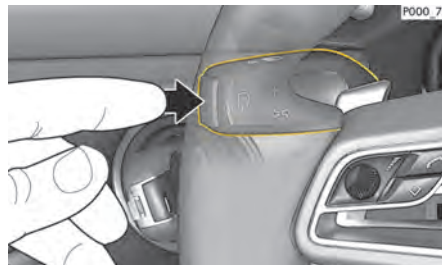

Fig. 93: Touche de commande vocale sur le levier de commande
1. Appuyez sur la touche  du levier de commande (Fig. 93).
- ▶ Appuyez sur la touche  du levier de commande (Fig. 93).
La touche  (Fig. 93) au niveau du levier de commande peut déclencher, selon l'utilisation, différentes fonctions :
1. Appuyez sur la touche  du levier de commande (Fig. 93 à la page 101). Une liste comportant des exemples d'instructions s'affiche à l'écran du PCM.